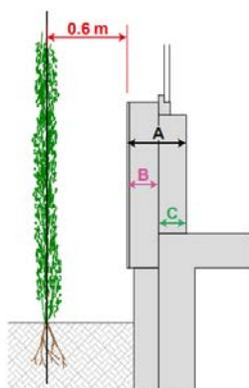

Abb. 8
- 0,6 m Abstand zwischen Begrünung und Fassade (Abb. 8)